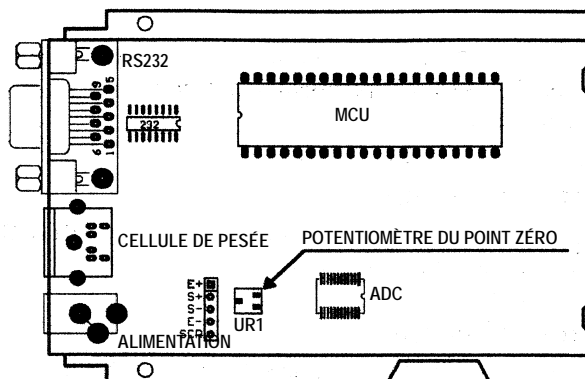

Figure 5.1 Emplacement du potentiomètre du point zéro
2. Une augmentation ADC à pleine capacité (NFS) peut être effectuée en chargeant le poids (W) sur la plateforme et l'augmentation ADC de W est N_w . L'augmentation ADC de la pleine capacité WFS est $(NFS) = (N_w) \times (WFS) / W$.
- 2a. Il est possible qu'une valeur négative soit affichée à cause d'une erreur de la cellule de pesée ou à cause de la position du potentiomètre point zéro sur PCB. Cependant, le logiciel ne traite que les valeurs positives. Dans ce cas, la position du potentiomètre point zéro devra être ajusté pour que les données ADC soient positives et supérieures à $(Z_p \% + Z_k \%) \times NFS$. Normalement, l'indicateur est calibré en usine et ne requiert aucun ajustement. Pour savoir où est situé le potentiomètre du point zéro, voir la Figure 5.1. Le chiffre ADC diminue en faisant tourner le potentiomètre dans le sens horaire et augmente en faisant tourner le potentiomètre dans le sens antihoraire.